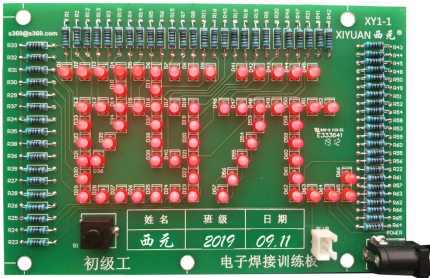
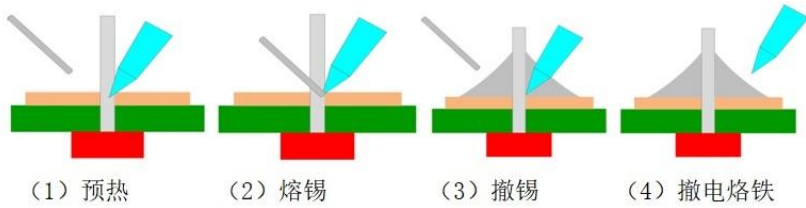

图 19 初级板产品实物照片
图 20 直插元器件焊接步骤
1) 初级板型号为 XY1-1，长 125mm，宽 83mm，如图 19 所示。初级板主要为直插元器件焊接训练，包括电阻焊接区和 LED 灯焊接区。电阻焊接区专门设计有 3 种间距的焊盘，分为较疏、一般、较密 3 种，逐渐提高焊接技能要求。LED 灯焊接区为“西元”字样，直观可视化显示焊接效果。初级板焊接主要掌握直插元器件整形、插件、焊接等技能，步骤如图 20 所示。